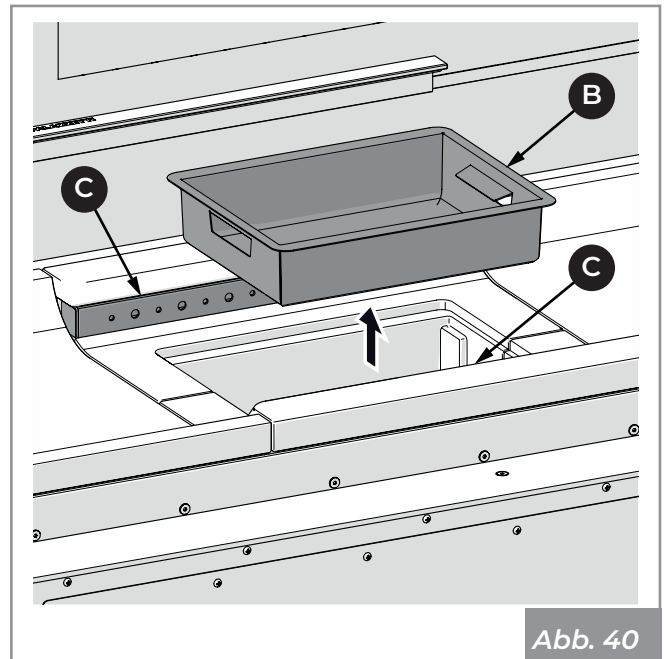

Abb. 40
- 2) Ziehen Sie die Aschelade **(B)** aus dem Sockel und saugen Sie die in den Fächern darunter angesammelte Asche auf (**Abb. 40**).
- 3) Die vorderen und hinteren Löcher **(C)** des Verbrennungsluftverteilers absaugen, um eine mögliche Ansammlung von Asche zu vermeiden (**Abb. 40**).